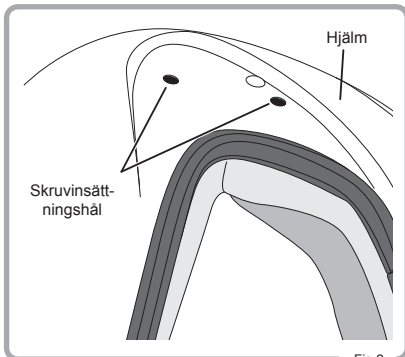

Fig.2
- 2 Placera visirspärrhaken i det tomma utrymmet på hjälmens sida och passa in monteringshållet på visirspärrhaken med monteringshållet på hjälmen (Fig. 2).